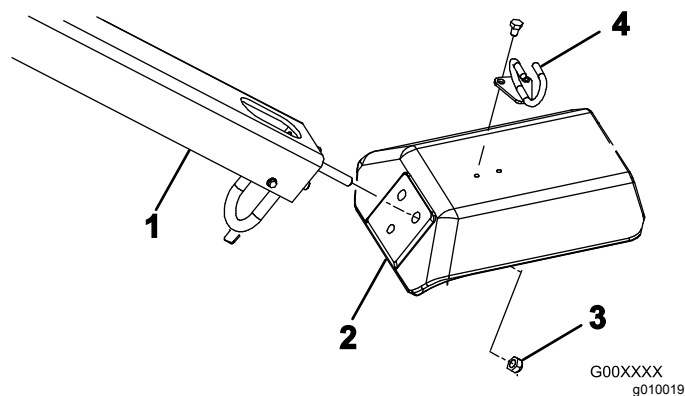

図4
2. フォークの穴にハンドル取り付け用スタッドを差し込む図4。
3. ロックナット ½" 3 個を使って、ハンドルスタッドを固定する図4。
5. ボルト 5/16 x ½" 2 本を使って、ケーブルガイドをフォークの上に取り付ける図4。